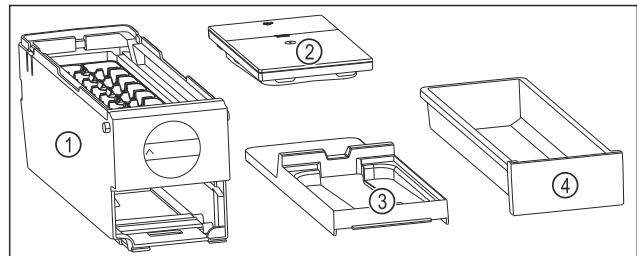

Fig. 143 Bestandteile des EasyTwist-Ice
- EasyTwist-Ice nur in abgebildete Bestandteile zerlegen. (siehe Fig. 143)
- EasyTwist-Ice-Körper Fig. 143 (1) als Ganzes reinigen.
- EasyTwist-Ice ist in vier Teile zerlegt. (siehe Fig. 143)